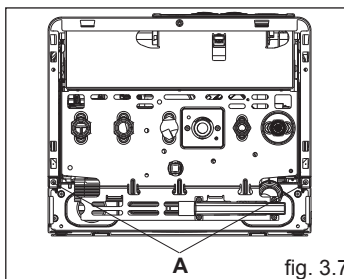

fig. 3.7
- svitare le viti (**A**) di fissaggio del mantello (fig. 3.7)